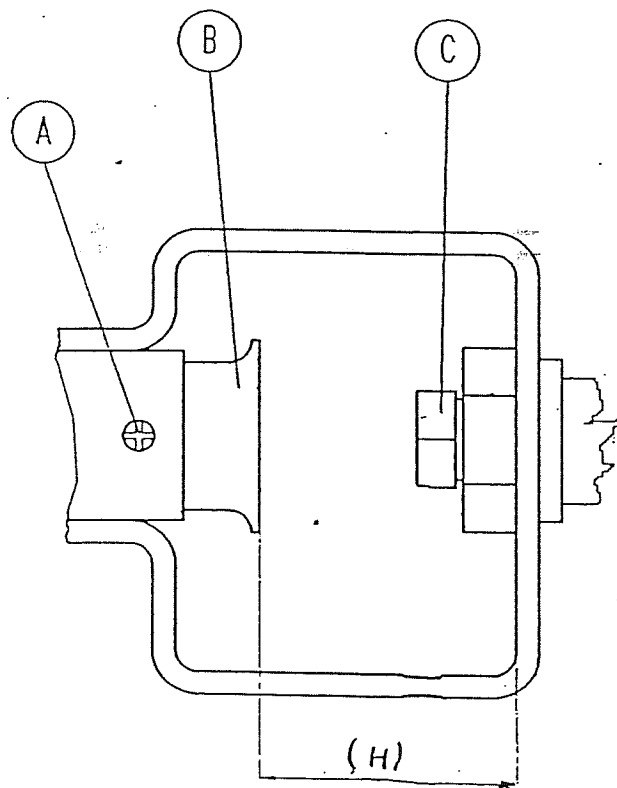

fig. 2
TRASFORMAZIONE O ADATTAMENTO AD UN ALTRO TIPO DI GAS (fig. 2)
• SOSTITUZIONE DEGLI UGELLI (fig. 2)